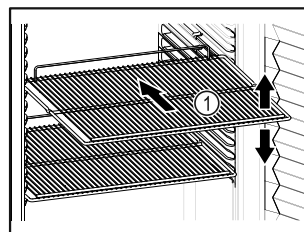

Fig. 59 Примерное изображение
- ❑ Если имеются решетчатые полки Fig. 59 (1), отрегулируйте высоту их установки.